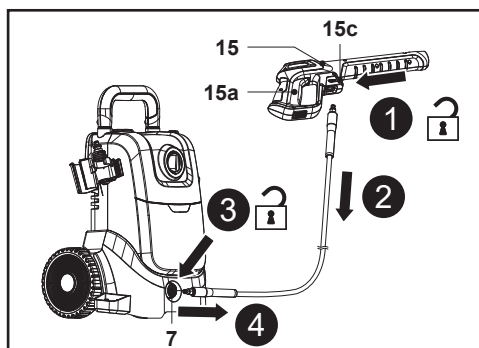

Fig. 6
**AVERTISSEMENT ! NE JAMAIS ENTORTILLER NI PLIER LE TUYAU HAUTE PRESSION (14), SOUS PEINE DE L'ENDOMMAGER.**
4. Pour déconnecter le tuyau haute pression (14) du pistolet de pulvérisation (15), enfoncer le levier de déblocage rapide (15c) en direction du tuyau haute pression (14) et le maintenir, puis détacher le tuyau haute pression (14) (Fig. 6, étapes 1 et 2).
5. Pour débrancher le tuyau haute pression (14) de la machine, enfoncer la bague extérieure du raccord de tuyau (7) vers l'intérieur et la maintenir enfoncée, puis détacher le tuyau haute pression (14) (Fig. 6, étapes 3 et 4).